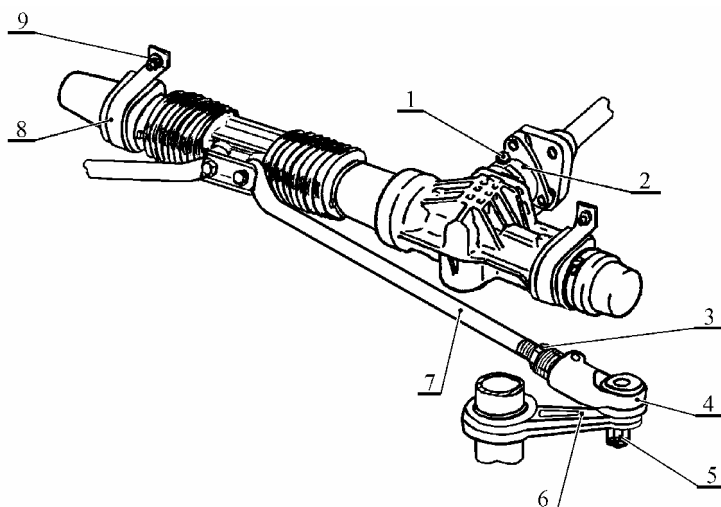

Рис.1. Рулевой механизм автомобиля ВАЗ-1118:
2.1.4 Отвернуть и снять стяжной болт 1, рис.1, с шайбой фланца 2 муфты вала рулевого управления (ключ кольцевой 13).
- момент затяжки гаек 9, рис. 1, крепления скобы – 15...18 Н.м (1,5...1,8 кгс.м);